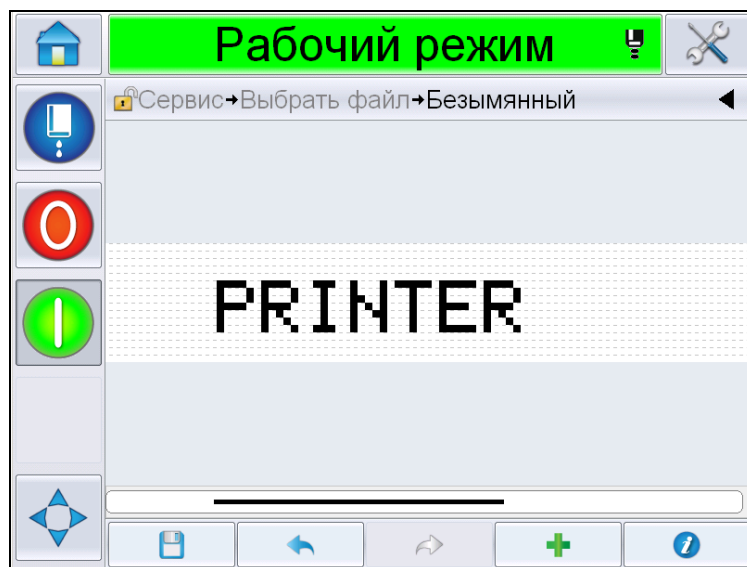

Рис. 5-37: Свободный текст на странице Сообщения
- 17 Выберите и установите параметры в соответствии с требованиями и нажмите **ОК**. Сообщение со свободным текстом отобразится на странице *Сообщений* (Рис. 5-37).